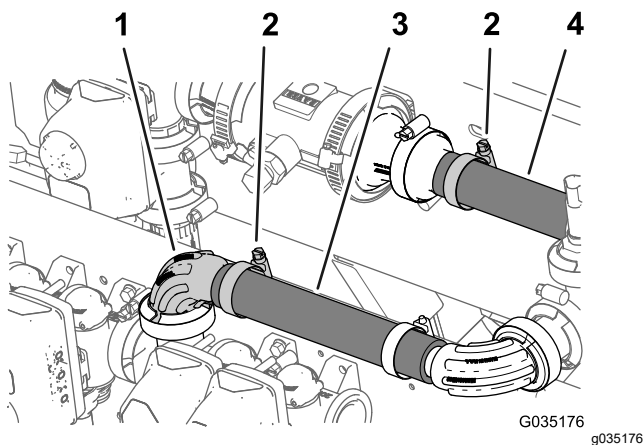

Figura 52
- Apriete la abrazadera que sujeta la manguera (1" x 7 1/4") al conector dentado con brida (1") que ensambló en Instalación del transductor de presión en la máquina \(página 22\); consulte Figura 52.